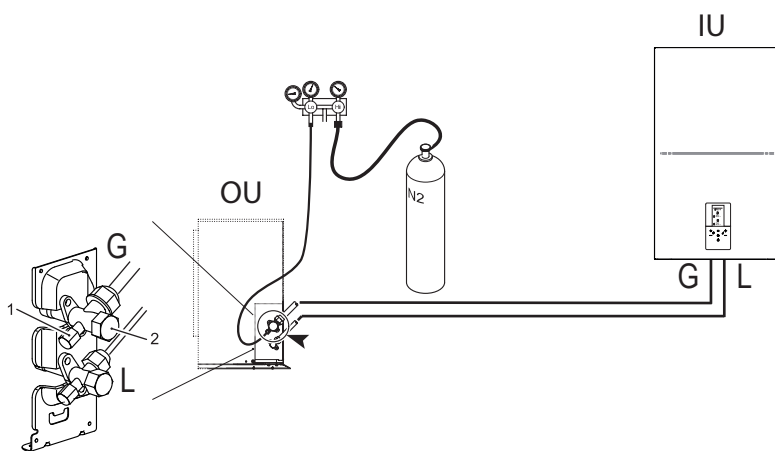

fig. 17 - Prueba de estanqueidad de aire y detección de fugas
- Estando los grifos de la unidad exterior totalmente cerrados, retire el tapón del grifo de servicio (parte 1 - fig. 17) y el racor (parte 2 - fig. 17) de la válvula de gas (aquella más grande)